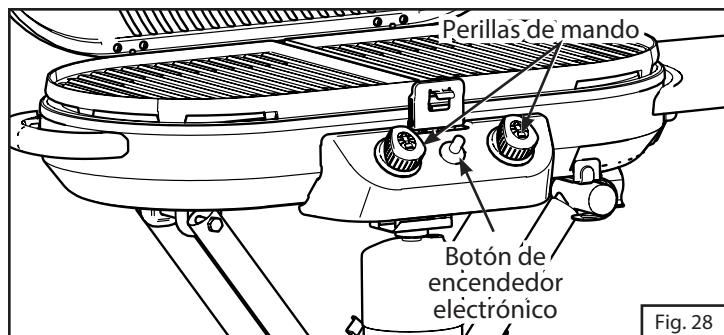
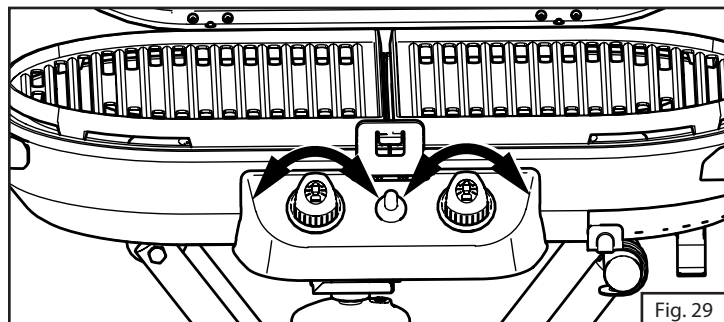

Fig. 28
Fig. 29
1. Empuje y gire la perilla de mando 90 grados en sentido contrario al de las manecillas para abrirla, y luego oprima el botón del encendedor varias veces hasta que se encienda la hornalla. (Fig. 28 y Fig. 29)